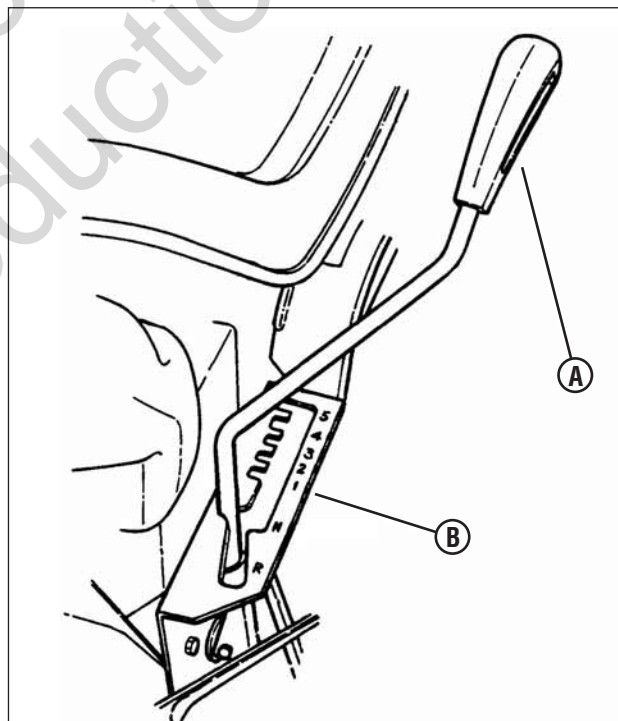

Figura 12: Alavanca de câmbio da transmissão
3. Coloque a alavanca de câmbio da transmissão (**A**, Figura 12) no entalhe da primeira marcha à frente (**B**).